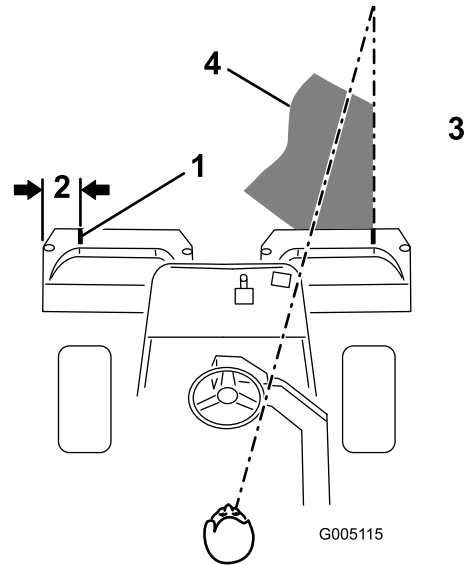
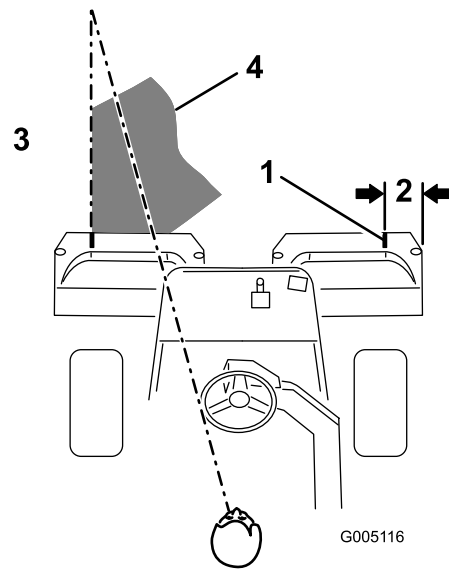

Bild 29
Bild 30
Das Isolierband bzw. die Linie sollte parallel mit der äußeren Kante jedes Korbs verlaufen (Bild 29).
3. Wenn Sie zurückfahren, sollte der neue Mähgang den Ersten ein klein wenig überlappen. Damit Sie in einer möglichst geraden Linie über die Grünfläche fahren können und einen gleichmäßigen Abstand zum zuvor gemähten Rasenstück einhalten können, sollten Sie sich eine imaginäre Sichtlinie ungefähr 1,8 m bis 3 m vor der Maschine bis zum Rand des noch ungemähten Teils der Grünfläche vorstellen (Bild 29 und Bild 30). Manche Leute finden es auch hilfreich, die äußere Kante des Lenkrads in die Sichtlinie mit einzubeziehen, d. h. Sie halten das Lenkrad in einer Linie mit einem Punkt, der immer im gleichen Abstand von der Vorderseite der Maschine bleibt (Bild 29 und Bild 30).